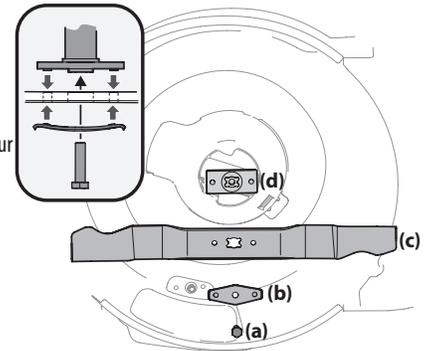

Figure 16
19. Retirez le boulon (a) et le support de cloche de la lame (b) qui maintiennent la lame et l'adaptateur de la lame au vilebrequin du moteur. Consultez la figure 16.
20. Retirez la lame (c) et l'adaptateur (d) du vilebrequin. Consultez la figure 16.
22. Lubrifiez le vilebrequin du moteur et la surface intérieure de l'adaptateur de la lame avec une huile légère. Consultez la figure 16 dans l'encadré.